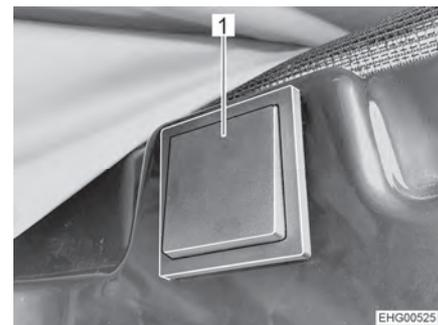

Fig. 56 Tasto per lo sblocco elettrico
Il tasto per lo sblocco elettrico (Fig. 56) è ubicato sul lato destro nella zona sopra la porta scorrevole.
- Premere per circa 2 secondi il tasto (Fig. 56,1).